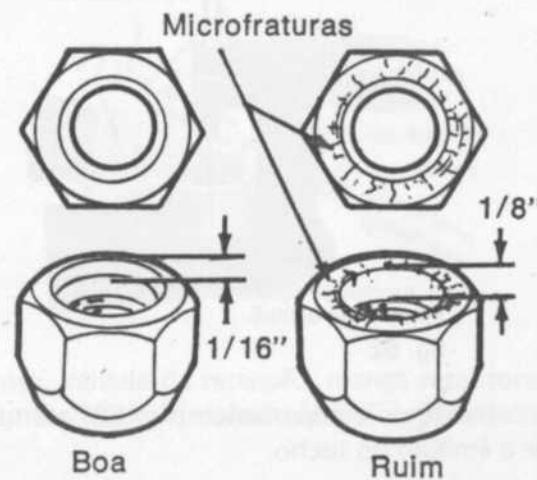

fig. 51
- Verificar a porca do prisioneiro quanto a danos, conforme ilustrado na fig. 51. O chanfro da porca não deve ultrapassar $1/16''$. A porca com o chanfro maior que $1/16''$ poderá manter a válvula aberta durante todo o ciclo de funcionamento do motor
- Com a árvore de manivelas nas posições mencionadas nos ítems 2, 3 e 4, retirar as porcas dos prisioneiros e inspecioná-las segundo os ítems mostrados na fig. 51